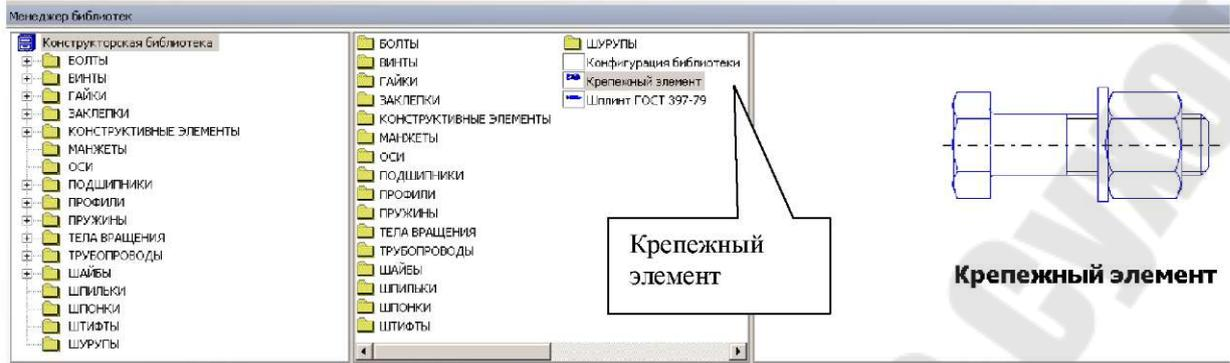
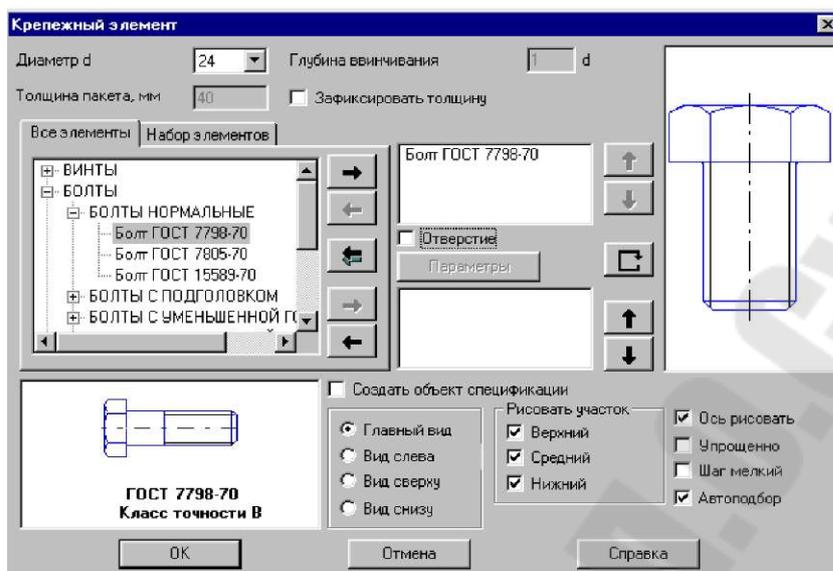

Рисунок 5 - Конструкторская библиотека системы КОМПАС-3D
Рисунок 6 - Диалоговое окно выбора крепежного элемента
В **Конструкторской библиотеке** (рисунок 5) представлены данные, сгруппированные в разделы: болты, гайки, шайбы и т.д. Если выделить в списке элемент раздела, то в правой части окна появится его изображение.
• Для проектирования резьбовых соединений в **Конструкторской библиотеке** нужно выбрать раздел **Крепежный элемент** (рисунок 5), после чего в открывшемся окне (рисунок 6) выбрать вкладку **Все элементы**. Работая в этом разделе, можно составлять различные наборы резьбовых соединений, например, болт+гайка+шайба, шпилька+гайка+шайба, винт+шайба и т.д.
В окне **Крепежный элемент** (рисунок 6) представлены данные для различного вида крепежных элементов, например, болты различных форм и размеров. После выбора стандарта болта нужно задать номинальный диаметр d его резьбы, выбрав его из раскрывающегося списка соответствующего поля стандартных значений. Кроме этого нужно зафиксировать толщину пакета зажимаемых деталей, вводя это значение с клавиатуры в поле **Толщина пакета**. Можно не фиксировать толщину пакета, при этом болт на чертеже будет "резиновый", его можно растянуть до нужной длины. Шаг резьбы болта следует выбирать крупный.